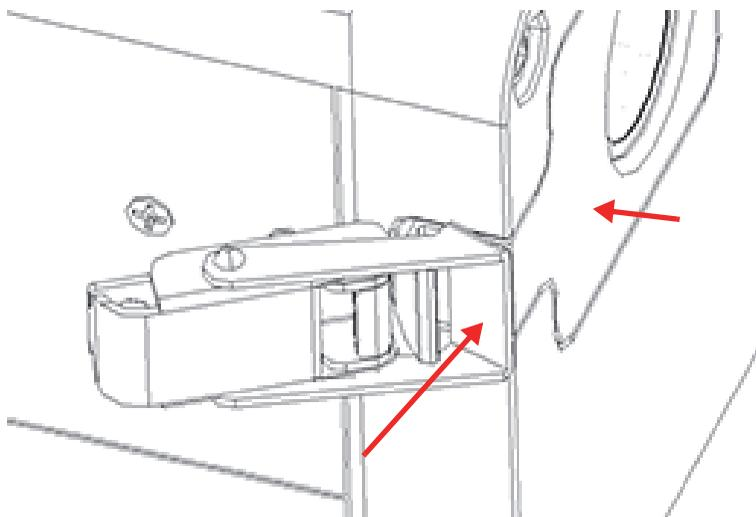

Abbildung 4-11 Verriegelung über Schnapper der Messfensterplatte
5. Halten Sie die Messfensterplatte an der richtigen Position und drücken Sie die vorderen Teil der Verriegelung der Messfensterplatte über den Schnapper der Messfensterplatte, (Abbildung 4-11 auf Seite 69).